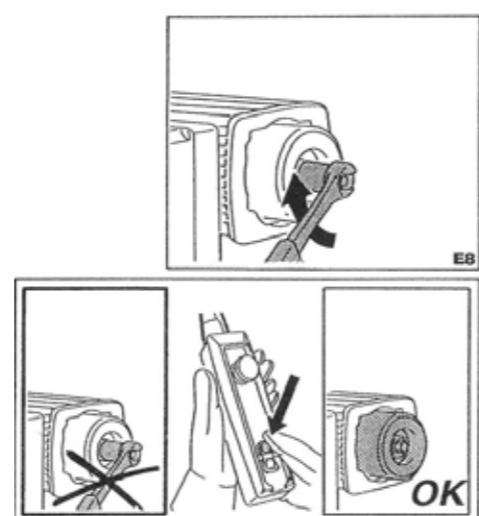

fig.104
8. Serrare gradualmente la vite del dispositivo a frizione ed effettuare il sollevamento. Ripetere l'operazione fino ad ottenere un serraggio sufficiente a sollevare il peso campione e NON OLTRE. (fig.104)